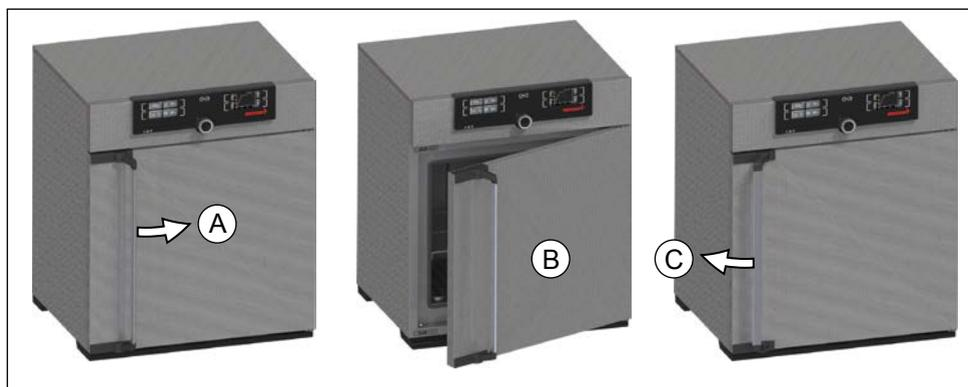

Рис. 11 Открытие и закрытие дверцы
- ▶ Для открытия дверцы поверните ручку вправо или влево, в зависимости от варианта установки дверцы, см. рис. Рис. 11, А). Дверца слегка откроется, и затем ее можно открыть полностью (В).